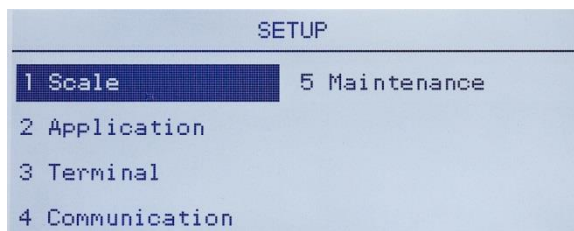

Figure 3-15 : Menu de configuration - Réinitialisation
1. Appuyez sur la touche MENU et sélectionnez ensuite l'icône de configuration . La Figure 3-15 présente la première page du menu de configuration avec affichage des cinq branches principales.